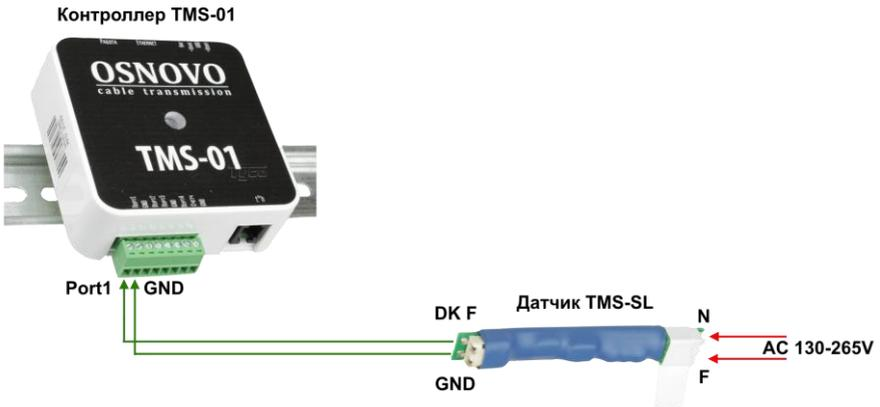

Рис. 6 Подключение датчика контроля фазы TMS-SL к контроллеру TMS-01*
- TMS-SL – датчик контроля наличия фазы (рис. 6);